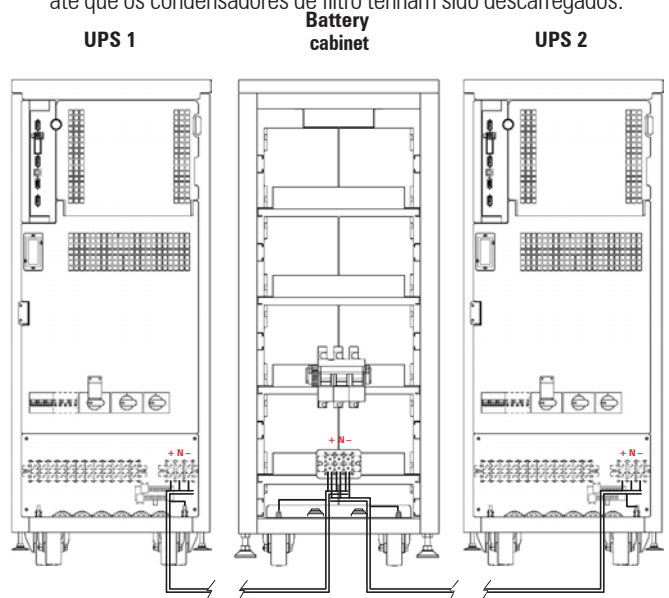

Fig. 35. Exemplo de ligação de duas UPS em paralelo e uma Bateria comum.
A conexão de cada UPS com o gabinete de bateria será feita com o pacote de cabos fornecido, conectando um lado aos terminais (X11), (X23) e (X12) do no-break eo outro aos terminais (X47), (X49) E X48 do módulo da bateria, sempre respeitando a polaridade declarada na rotulagem de cada elemento e este manual, assim como a cor dos cabos (vermelho para positivo, preto para negativo, azul para a torneira do meio (N) e Verde-amarelo para ligação à terra), ver Fig. 35.